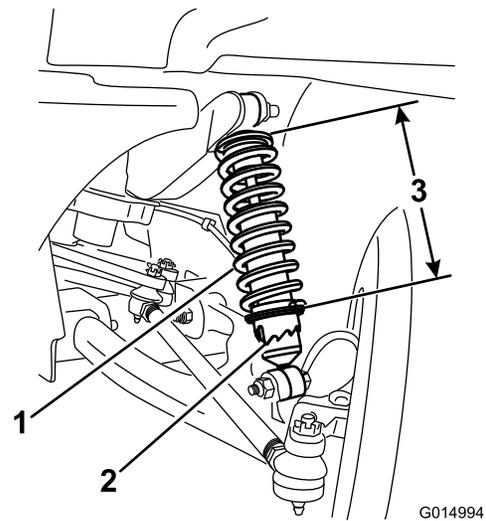

Figure 31
- A. À l'aide de l'outil TORO6010, tournez la bague sur l'amortisseur pour changer la longueur du ressort (Figure 31).